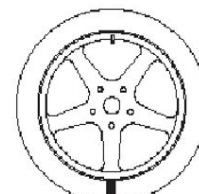

Fig30
- jern hjulet fra akslen, fjern dækket fra fælgen, drej det, så mærket er 180° i forhold til ventilen (se Fig30)